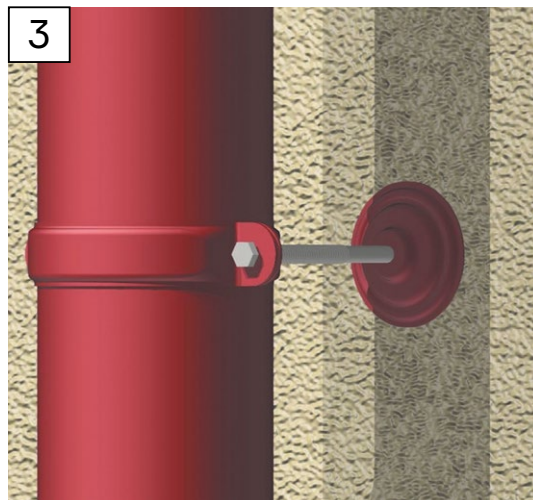

Рис. 19 Монтаж хомутов
11.1.4 После установки шпильки прижмите декоративную накладку к стене (допустимо использование герметика) (рис. 19, ч. 1).
11.1.5 Поместите трубу в заднюю часть хомута (рис. 19, ч. 2).
11.1.6 Приложите переднюю часть хомута к задней и соедините их между собой винтами (рис. 19, ч. 3).